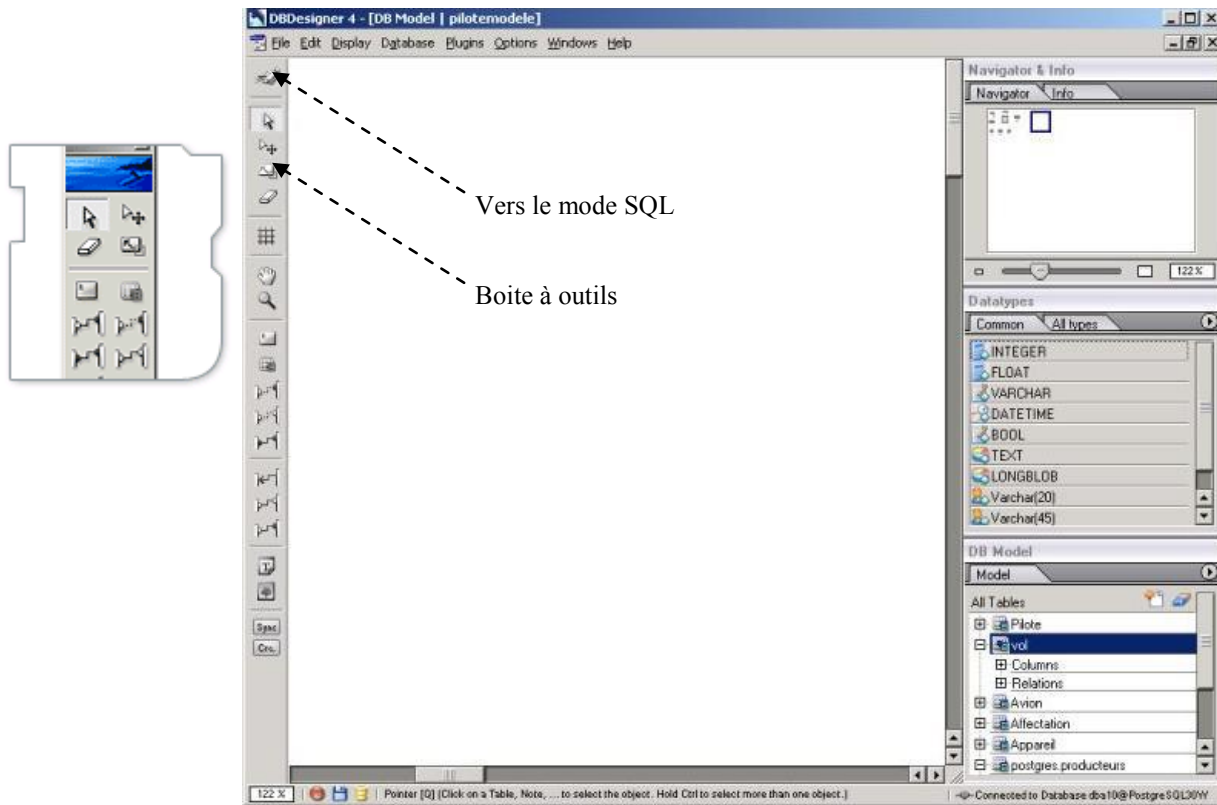

Figure 5 : éditeur de DB Designer
- 5) L'éditeur de DB Designer est présenté dans la figure 5 (la documentation pour la modélisation se trouve à l'adresse url suivante : <http://www.fabforce.net/dbdesigner4/doc/index.html>)